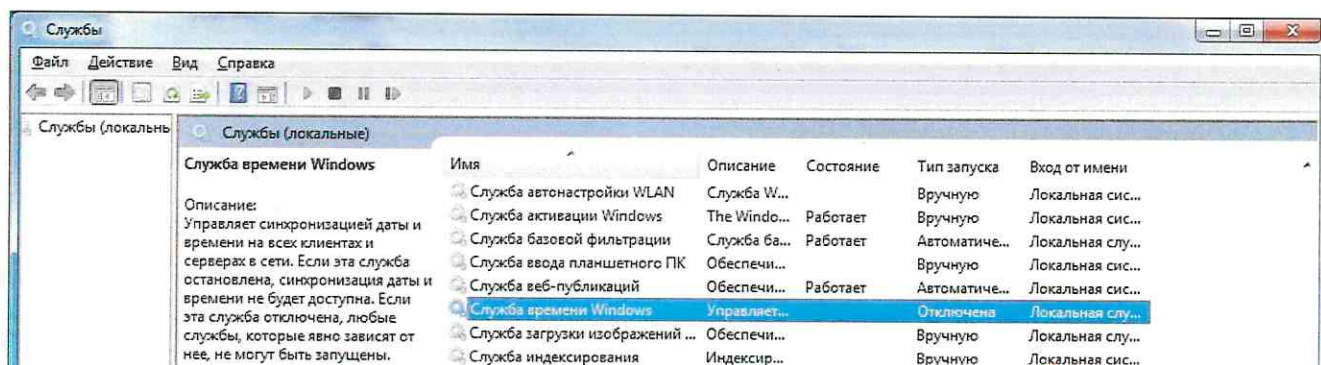

Рисунок 8
10.1.1 Убедиться, что служба Windows Time остановлена и отключена (рисунок 8 и 9).